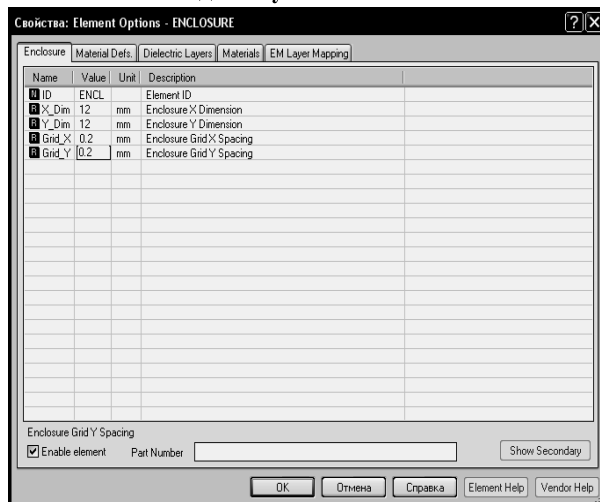

Рис. 5.2
5. На вкладке **Enclosure** открывшегося окна (рис. 5.2) в поля **X_Dim** и **Y_Dim** введите **12**, в поля **Grid_X** и **Grid_Y** введите **0.2**.